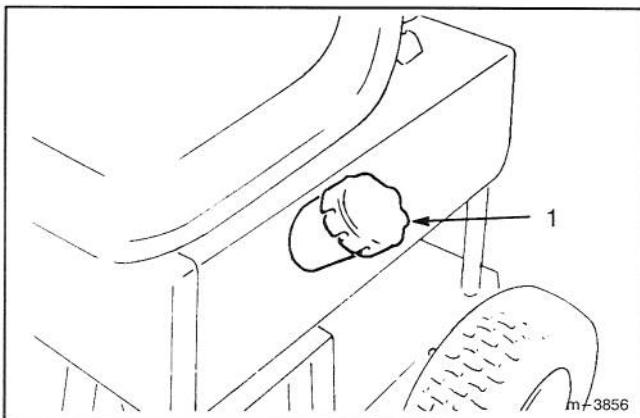

Abbildung 11
- Den Bereich um den Tankdeckel reinigen, um nach Entfernung des Deckels ein Eindringen von Fremdkörpern in den Tank zu vermeiden. Dann den Tankdeckel entfernen (Abb. 11).